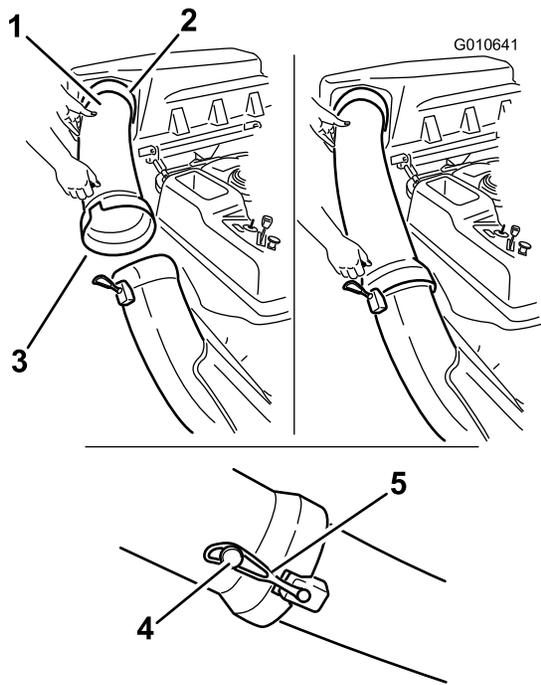

Figure 28
- 1. Glissez l'extrémité courbe du tube d'éjection dans l'ouverture du couvercle du système de ramassage (Figure 28).
- Glissez l'extrémité évasée du tube d'éjection sur l'extrémité de la goulotte. Accrochez la sangle en caoutchouc de la goulotte à l'ergot situé sur le tube d'éjection pour le fixer en position (Figure 28).